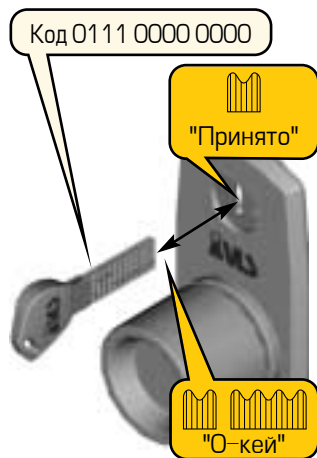

Рисунок 28 –
2. Для удаления рабочего кода №2 наберите на ключе код удаления 0111 0000 0000 (рис. 28).